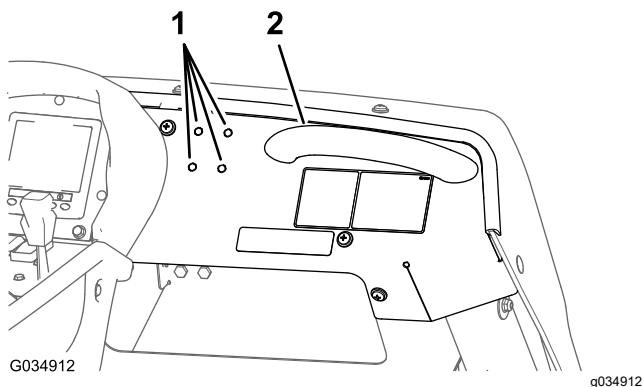

Рисунок 132
1. Найдите 4 заглушки выштамповки отверстий (¼ дюйма) в приборной панели, расположенные слева от поручня (Рисунок 132).
2. Удалите 4 заглушки выштамповки из отверстий в приборной панели (Рисунок 132).